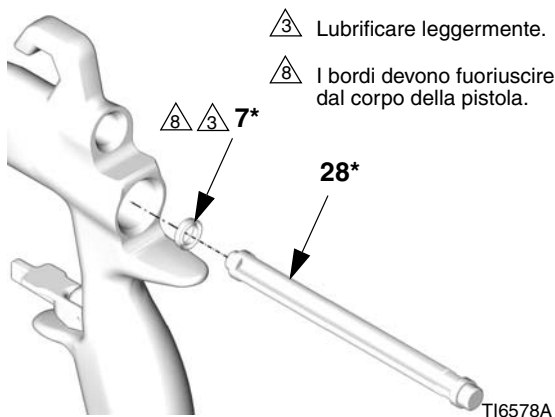

FIGURA 41
3. Montare la nuova guarnizione ad U (7*) sullo strumento per l'installazione della tenuta (28*), con i bordi della guarnizione ad u rivolti verso lo strumento come indicato in FIGURA 41. Spingere la guarnizione ad u nella parte posteriore della pistola fino ad avvertire uno scatto netto.